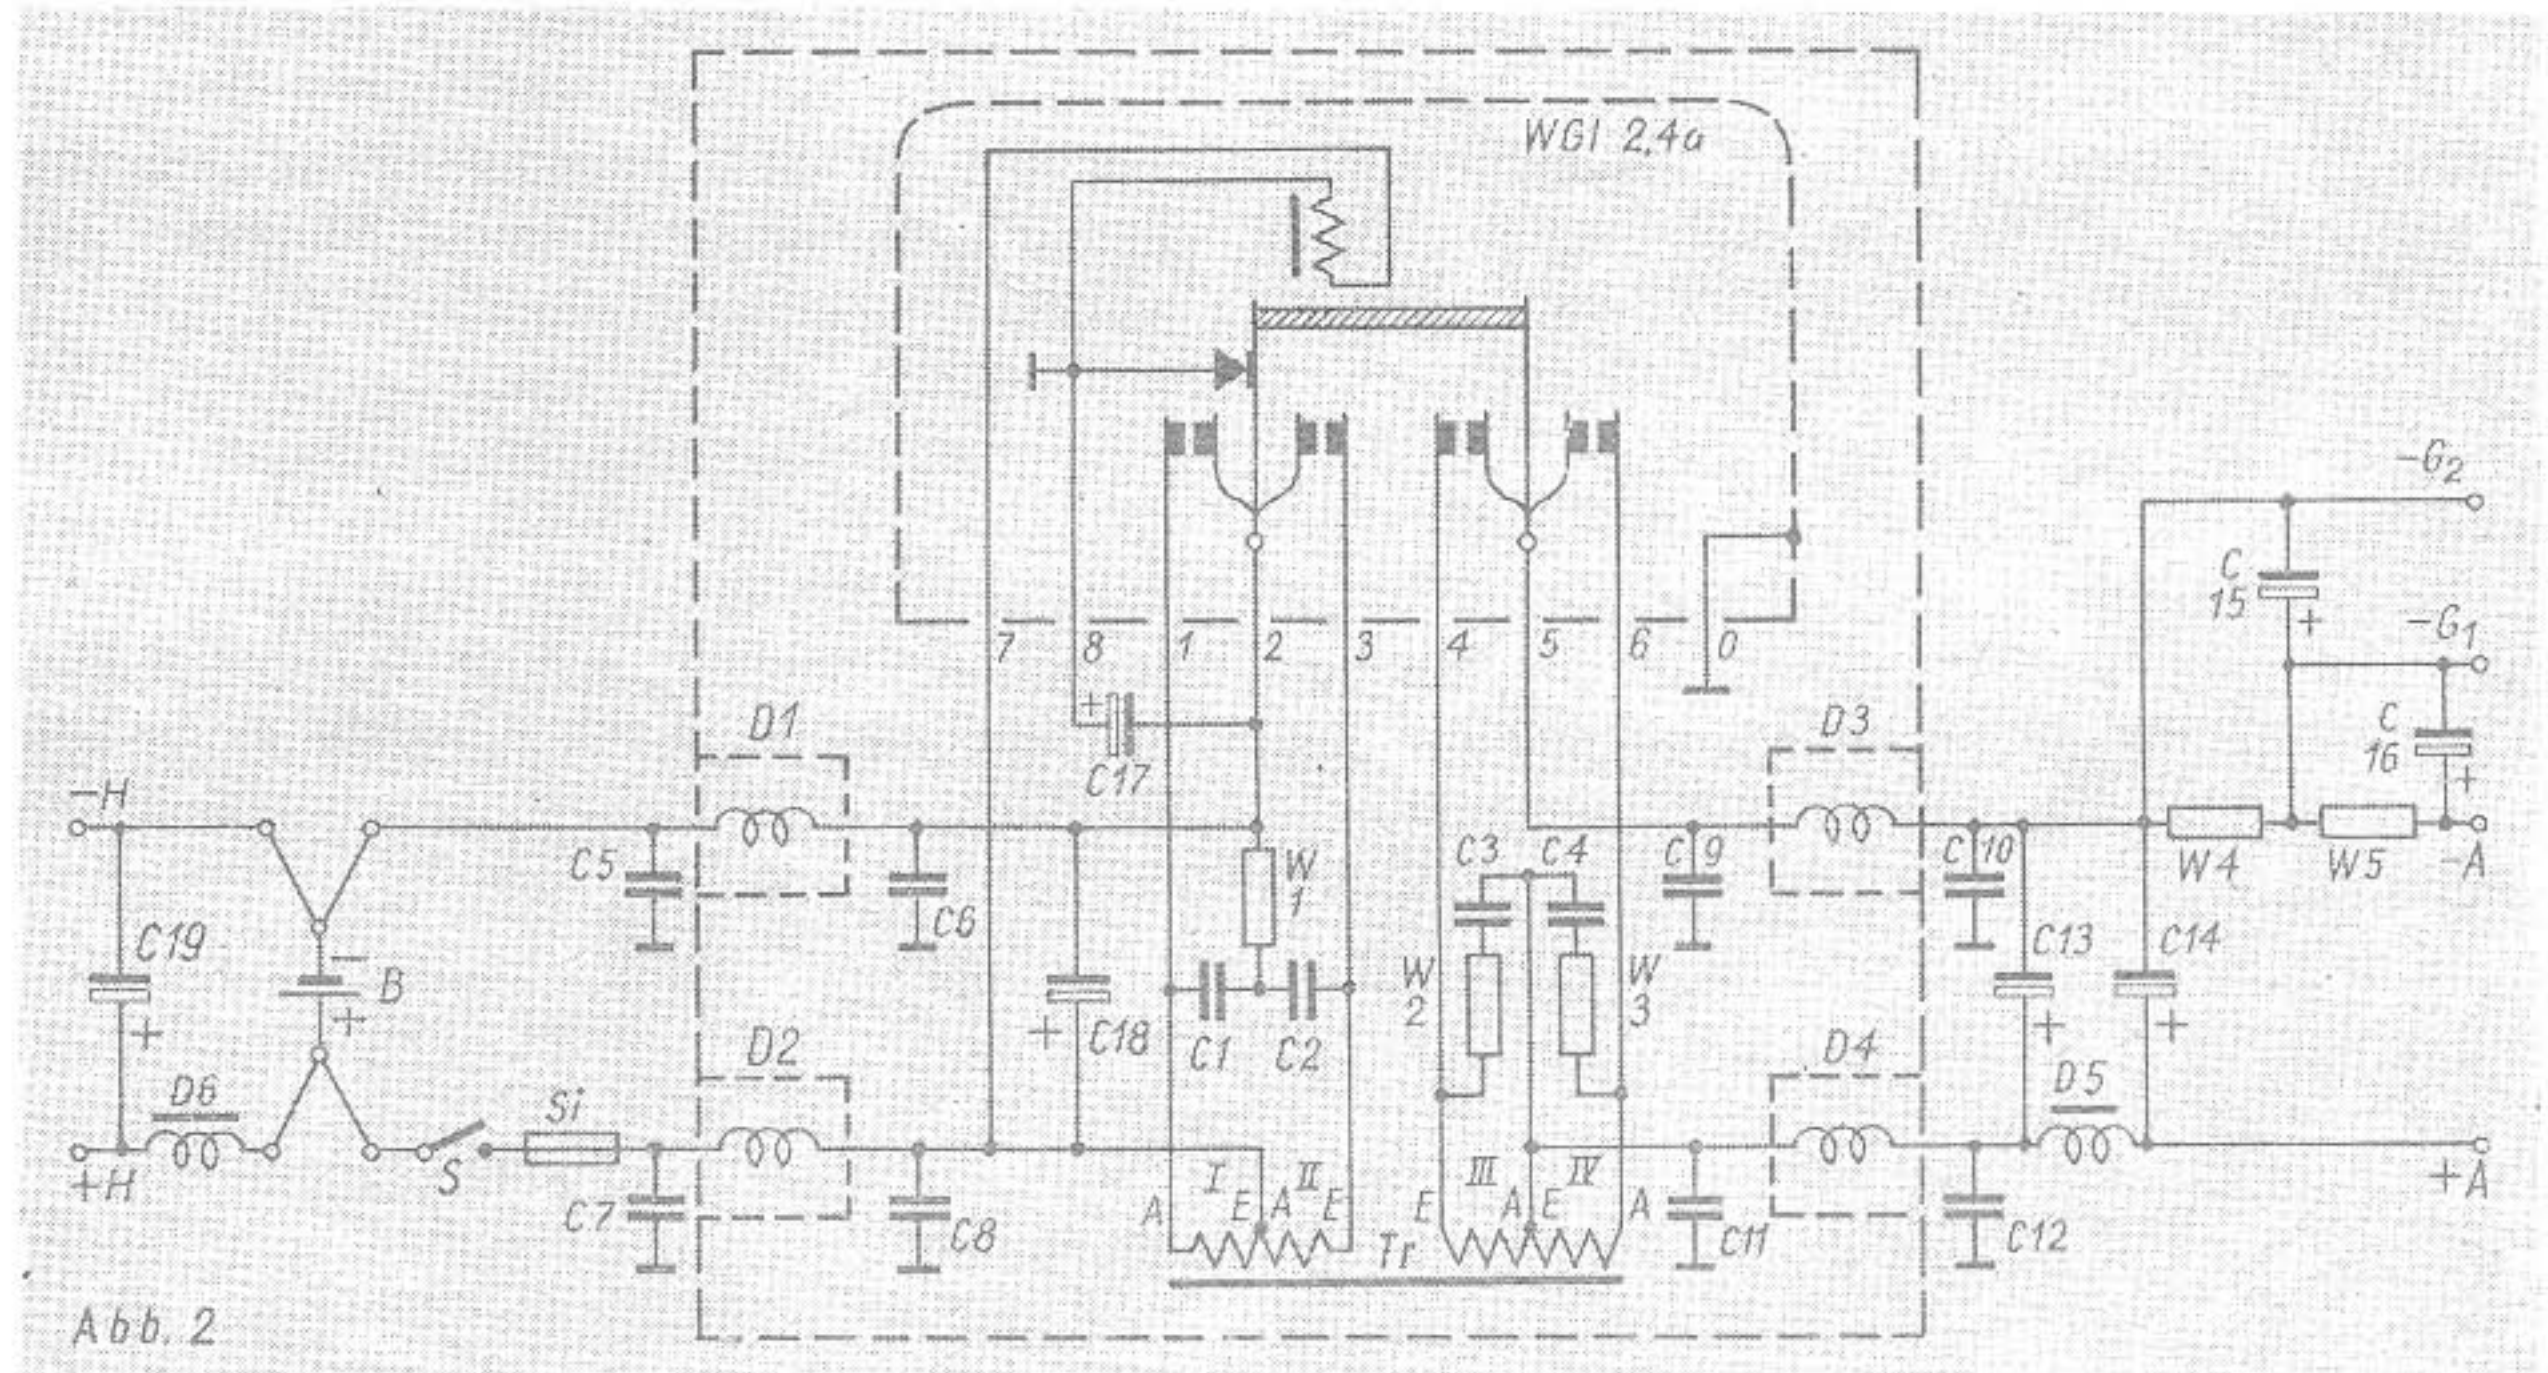
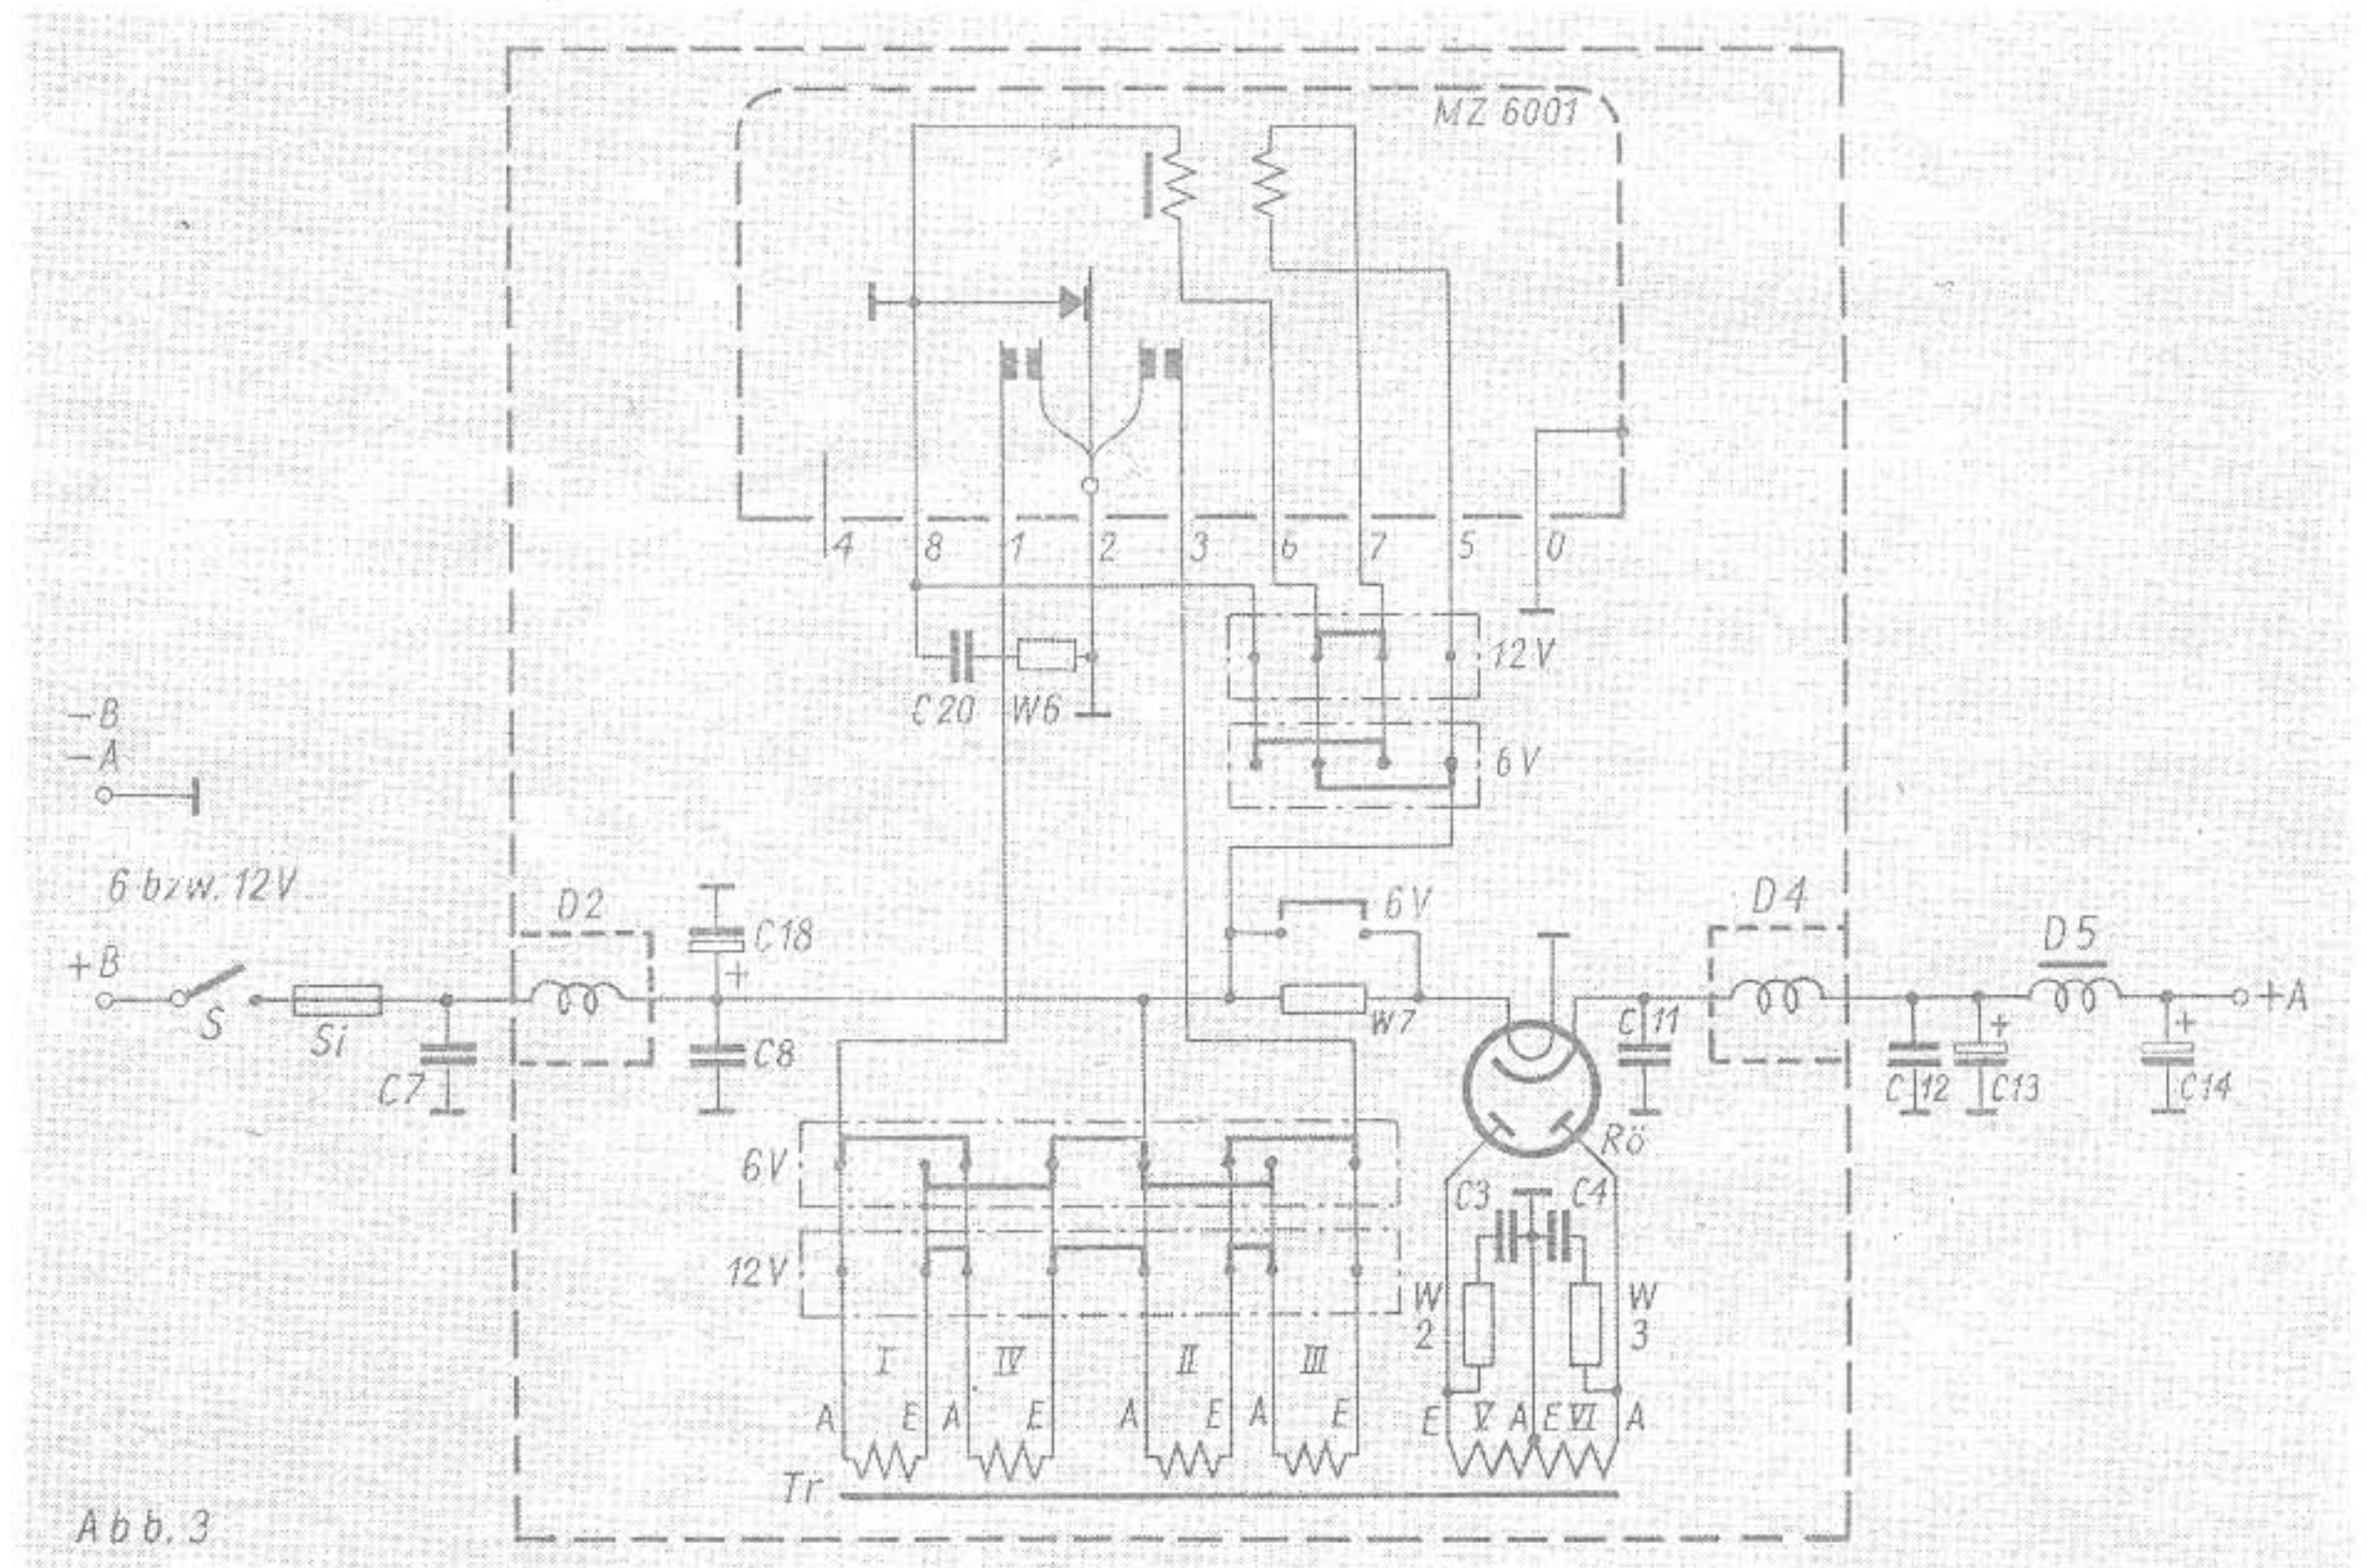

Abb. 2
Abb. 3
In Abb. 2 und 3 bringen wir zwei charakteristische Schaltbilder von Zerhackergeräten. In der ersten Schaltung ist der W Gl 2,4a verwendet, bei dem die Gleichrichtung über die eigenen Kontakte erfolgt. Das Gerät sei aus einem 2-Volt-Sammler gespeist, der gleichzeitig auch der Röhrenheizung, z. B. von direkt geheizten K-Röhren, dient. Für die Röhrenheizung ist deshalb eine Heizstromglättung vorgesehen. Außer der Anodenspannung liefert das Gerät zwei Gittervorspannungen. Abb. 3 zeigt eine Schaltung für den Zerhacker MZ 6001. Die Gleichrichtung wird in diesem Beispiel durch eine Zweiweggleichrichterröhre besorgt. Das Gerät ist umschaltbar und für den Anschluß an einen 6- bzw. 12-Volt-Akku geeignet. Der Empfänger sei mit indirekt geheizten E-Röhren bestückt. Dadurch erübrigt sich nicht nur die Heizstromglättung sondern auch die Gitterspannungsversorgung, da diese im Empfänger durch Katodenwiderstände erzeugt wird.
Stückliste und Erläuterungen zu den Schaltbildern nach Abb. 2 und 3
- C₁₃...C₁₄ ca. 10 µF/250 V (Abb. 2); ca. 10 µF/400 V (Abb. 3).
- C₁₈ 50...250 µF/6 V (Abb. 2); 50...250 µF/20 V (Abb. 3).
Tr für Gerät nach Schaltung Abb. 2, das beispielsweise primär für 2 (2,4) Volt, sekundär für ca. 110 (135) Volt bei 15 mA ausgelegt sei:
Tr für Gerät nach Schaltung Abb. 3, das beispielsweise primär für 6 (12) Volt, sekundär für ca. 250 V bei 20 mA ausgelegt sei:
Bei den Schaltungen der Abb. 2 und 3, bei denen die Primär- und Sekundärwicklungen mit Mittelanzapfungen versehen sind, wird an jede Wicklungshälfte die volle Batteriespannung gelegt. Die errechneten Windungszahlen gelten infolgedessen jeweils für eine Wicklungshälfte und sind primär- und sekundärseitig zu verdoppeln.
Achse starr verbunden und auf dem ein Handrad angebracht ist, rollen drei Kugellager-Kugeln. Durch den Feintrieb werden sie in Bewegung gesetzt und wälzen sich dabei in einem stabil befestigten Gehäuse um die Achse des Feintriebes. Notgedrungen muß diese Bewegung der Käfig mitmachen und damit auch das Rundfunkeinzeltel. Wir haben in diesem Falle eine richtiggehende Untersetzung vor uns. Der Fachmann spricht bei einer derartigen Anordnung von einem Planetengetriebe. Abb. 2 stellt den vergrößerten Quer-
schnitt durch Abb. 1 an der Stelle des Kugelumlaufes dar. Die drei Kugeln scheinen tatsächlich wie Planeten um die Sonne (Feinstellachse) zu kreisen. Um die Theorie dieses Kugeltriebes zu verstehen, gehen wir von der obersten Kugel der Abb. 2 zum Beispiel aus, wenn wir die Untersetzung
aus einem uns zugängigen Kugellager stammen, einen Trieb zusammenstellen. Bei geschickter Anordnung läßt sich dieser Schnell-Feintrieb mit einer Skala zusammenbauen. Damit der Knopf nicht zu weit aus dem Apparat steht, kann man ihn durch eine größere Bohrung im Paneelbrett etwas versenken. Aus dem Zusammenstellungsbild Abb. 3 lassen sich alle 12 Teile leicht erkennen. Die anzutreibende Achse hat einen Durchmesser d von 6 mm. Sie muß allerdings stark gekürzt werden. Sollte zwischen der Anlage von Teil 5 und der Einzelteilplatte eine Befestigungsmutter stören, so braucht man nur den Gewindebolzen Teil 6 entsprechend länger zu wählen.